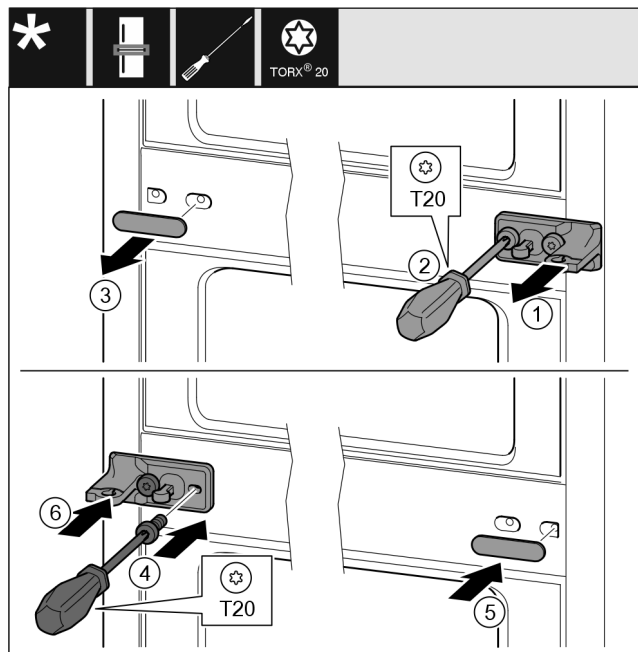

Fig. 10
- ▶ Scoateți șaiba. Fig. 10 (1)
- ▶ Extrageți prin rotire șuruburile cu șurubelnița T20. Fig. 10 (2)
- ▶ Desprindeți cu precauție apărătoarea. Fig. 10 (3)
- ▶ Înșurubați ferm pe cealaltă parte suportul de lagăr cu folie rotit cu 180°. Fig. 10 (4)
- ▶ Atașați pe cealaltă parte capacul rotit cu 180°. Fig. 10 (5)
- ▶ Montați șaiba din față. Fig. 10 (6)